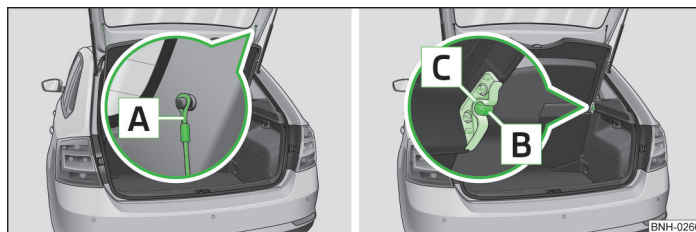

Fig. 62 Fixarea capotei portbagajului
- Desfaceți benzile de susținere **A** » fig. 62 de la capota portbagajului.
- Poziționați elementele de prindere ale capacului **C** » fig. 62 peste bolțurile **B** pe capitonajul lateral.
- Elementele de prindere ale capacului [C] » fig. 62 trebuie să fie fixate în bolțurile capitonajului lateral [B].
- Dacă benzile de susținere [A] » fig. 62 sunt agățate de capota portbagajului, atunci la deschiderea capotei portbagajului se ridică și masca portbagajului.